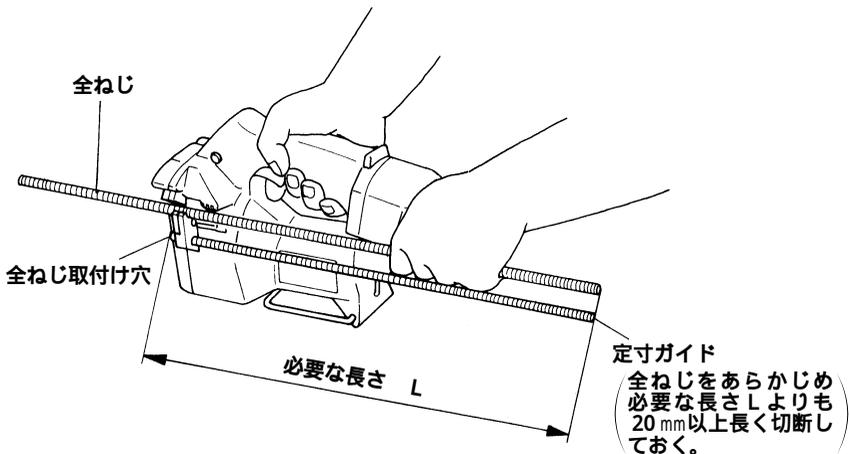

図 14
- (1) あらかじめ、必要な長さより 20 mm 以上長く W 3/8 の全ねじを 1 本切断し、これを定寸ガイドとして使用します。
- (2) 定寸ガイドの全ねじを本体のブラケット(B)に設けられた全ねじ取付け穴にねじ込みます。(図 14)